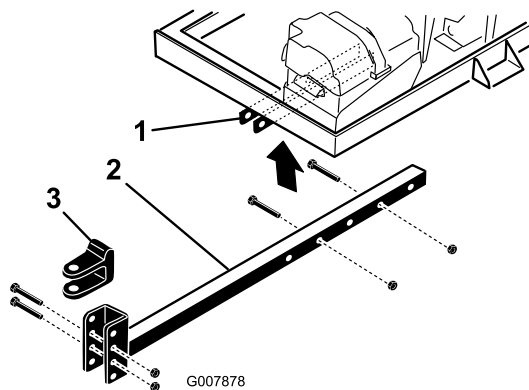

图4
- 将挂钩管插入机架支架（图4）。使用 2 个螺栓（9.5 x 76.2mm）和凸缘螺母（9.5mm）将挂钩管固定到机架上。
- 卸下将挂钩 U 形销（图4）固定到挂钩管上的螺栓和锁紧螺母。
- 卸下将挂钩管固定到机架支架的螺栓和螺母（图4）。